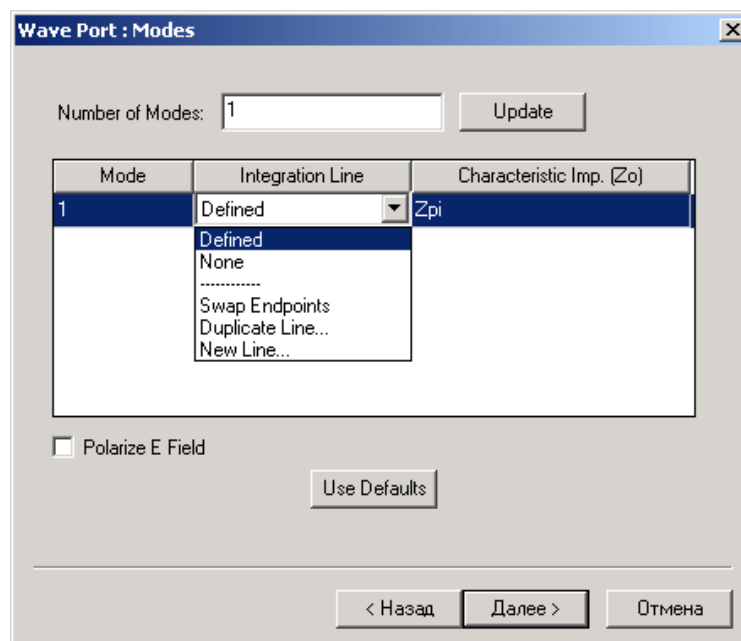

Рис. 6.7. Задание импедансной линии и характеристического импеданса
5. Выберите **New Line** из списка **Integration Line** (рис. 6.7).